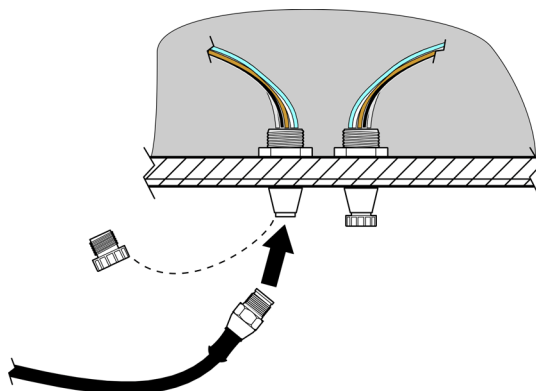

Figura 6 Acople o sensor ao controlador com o encaixe de conexão rápida
1. Desparafuse a tampa de proteção no soquete do controlador (Figura 6). Guarde a tampa de proteção para vedar a abertura do conector, caso o sensor precise ser removido.